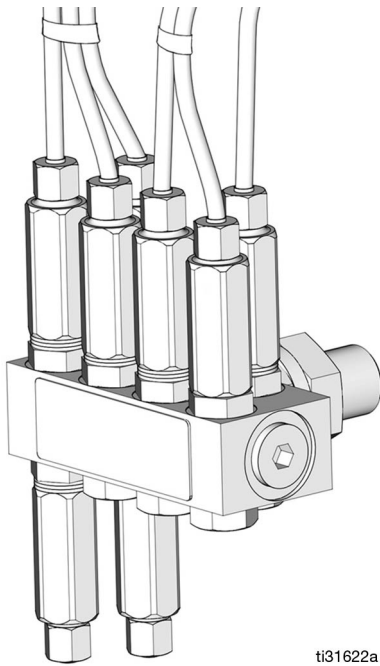

FIG. 56
1. Mida las longitudes aproximadas de los tubos de las líneas de fluido (H), calculando que sobre de largo para recortar en los puntos de lubricación.
4. Inserte el extremo del tubo de la línea de fluido en el casquillo del inyector (FIG. 56).